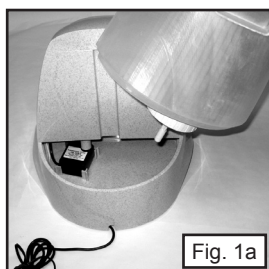

Fig. 1a
- 4) Soulever le réservoir et s'assurer que le tube d'entrée d'eau est correctement inséré dans le moteur. (Fig. 1a et 1b)